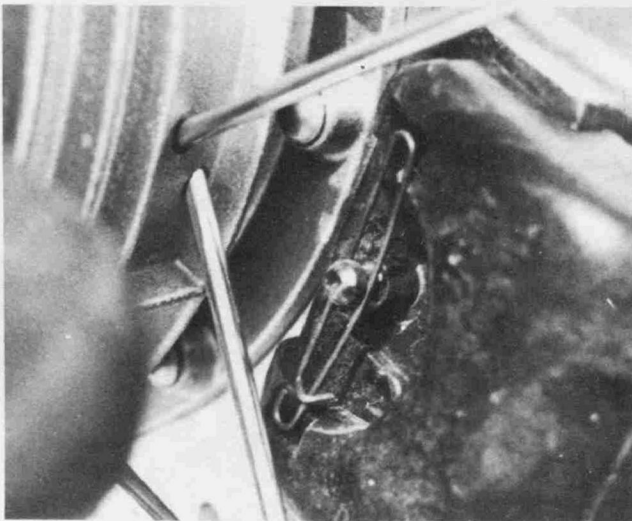

Bild 300
- Vor dem Wiedereinsetzen von Bremsklötzen muss der Radzylinder-Kolben mit einer C-Schraubzwinge zurückgedrückt werden. Den Führungsstift für den äusseren Bremsklotz leicht mit Molykote BR2 fetten. Den O-Ring einsetzen und den Bremsklotz ersetzen. Den inneren Bremsklotz mit der Halteklammer aus Draht, deren gewinkeltes Ende nach unten zeigen muss, sichern (Bild 300).